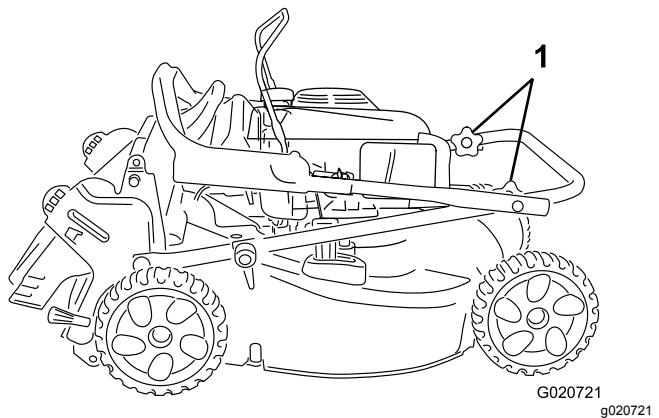

Bild 21
3. Drehen Sie das obere Teil des Griffs zurück in Richtung Motor, siehe Bild 21.